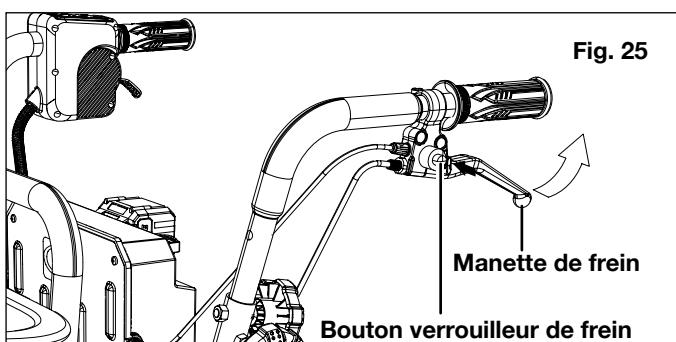

Fig. 25
7. Pour arrêter la brouette, relâchez la gâchette d'entraînement et tirez la manette de frein. Pour verrouiller la manette de frein, appuyez sur le bouton verrouilleur de frein tout en tirant la manette de frein (Fig. 25).